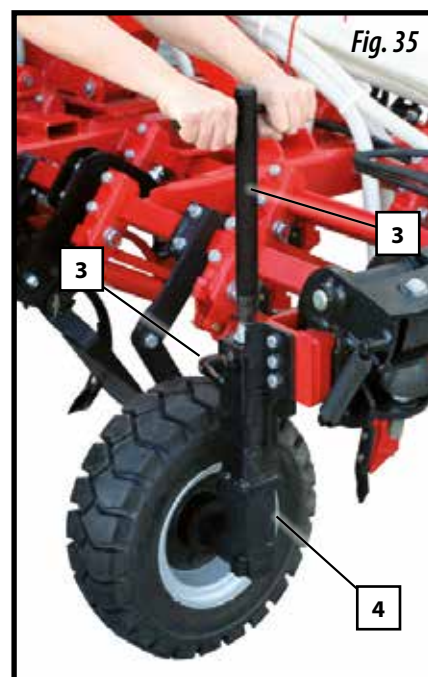

Fig. 35
Para regular estas ruedas se deberá utilizar la llave (2, Fig. 35) suministrada con la máquina. Los pasos a seguir para la regulación son:
- 1- Desbloquear la rueda mediante la maneta de fijación (3, Fig. 35)
- 2- Colocar la llave (3, Fig. 35) y girarla a derechas o izquierdas para bajar o subir el equipo de siembra.
- 3- Controlar con la escala graduada (4, Fig. 35) la altura a la que se desee trabajar.
- 4- Sacar la llave y bloquear la rueda con la maneta de fijación (3, Fig. 35).